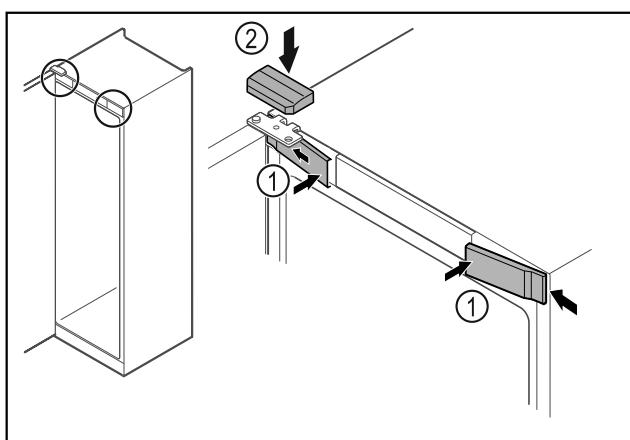

Fig. 27
- ▶ Закачете предните капаци Fig. 27 (1) отстрани и фиксрайте.
- ▶ Фиксирайте горния капак Fig. 27 (2) отгоре.